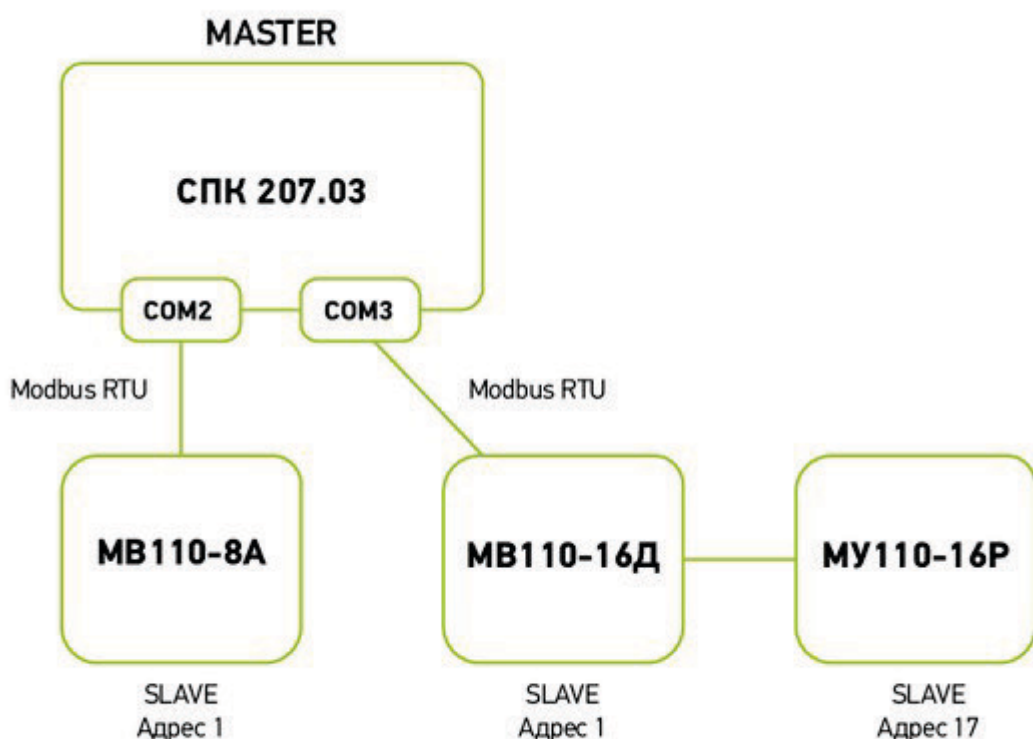

Рис. 4.38. Структурная схема примера **Стандартные средства конфигурирования (СПК+модули Mx110)**
Структурная схема примера приведена на рис. 4.38:
1. Настройте модули **Mx110** с помощью программы **Конфигуратор Mx110** в соответствии с табл. 4.1. Подключите модули к COM-портам СПК (в соответствии с рис. 4.38).